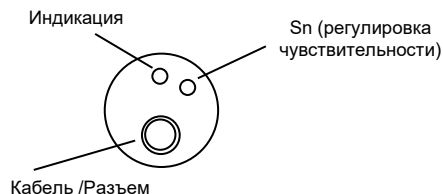

Рисунок 1
3.1 Выключатель состоит из металлического корпуса, в котором размещена печатная плата с электронными компонентами. На крышку корпуса выведен кабель или разъем подключения, индикатор и регулировка чувствительности (Рис. 1). Для обеспечения механической прочности внутренняя полость корпуса залита компаундом.
3.5 Выключатели имеют регулировку чувствительности (см. Рис. 1), которая осуществляется многооборотным резистором.